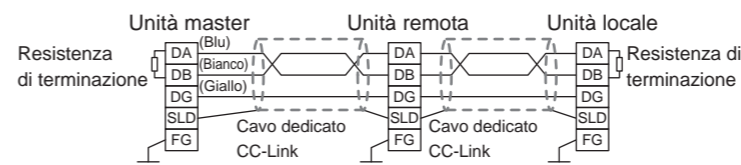

Figura 2
(2) Su entrambe le estremità del segmento del bus CC-Link è richiesta una terminazione del bus come mostrato nella Figura 2. Il cavo usato deve essere il cavo dedicato CC-Link.